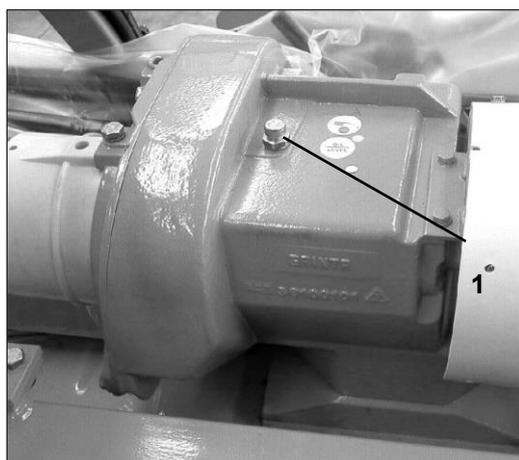

図 62
- サイドギアボックスのオイルレベルを確認するには、オイルゲージ(図 62 の 1)を外し、オイルレベルがレベルマークに達しているか確認してください。必要であれば、補充してください。